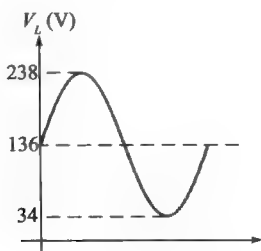

图 P-10
49. $I_{\text{max}} = 2.38\text{A}$; $V_{\text{avg}} = 136\text{V}$; 见图 P-10。